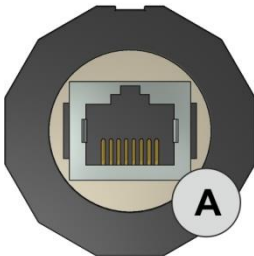

Abbildung 3 – Rückseite des Gerätes
Die Abbildung 3, Seite 14 zeigt die Benutzerschnittstelle des JEVAmet[®] PZM-2000. Die Belegung des Anschlusses wird in den folgenden Abschnitten beschrieben.
- Verbinden Sie den Anschluss Ihres Controllers oder die entsprechenden Anschlüsse der Anlage über ein abgeschirmtes Kabel mit dem Anschluss für Spannungsversorgung und Signalausgang (🔗📖 Abbildung 3, Seite 14) an der Rückseite des JEVAmet® PZM-2000.
Das Messsignal wird über den Anschluss für Spannungsversorgung und Signalausgang (🔗📖 Abbildung 3, Seite 14) zur Verfügung gestellt. (🔗📖 4.5 Ausgangssignal , Seite 11)